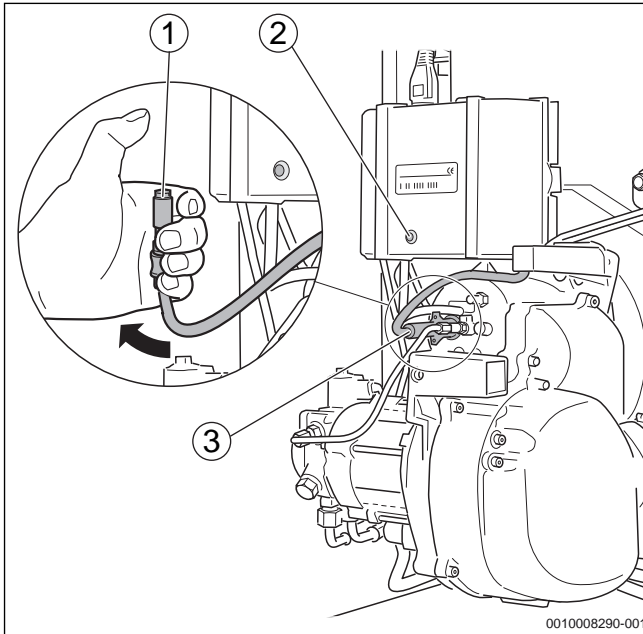

Рис. 28 Проверка работы датчика пламени
- ▶ При работающей горелке выньте датчик пламени из крепления за предусмотренную для этого ручку (→рис. 28, [3])
- ▶ Держите датчик против света (→рис. 28, [1]). После повторного пуска должно произойти выключение из-за неисправности.
- ▶ По истечении времени ожидания, составляющего примерно 30 секунд, нажмите кнопку Reset (→рис. 28, [2]) для разблокировки автомата горения.